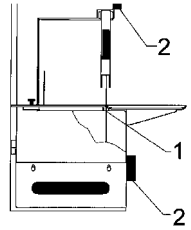

Abb.7.6.3
7.8. - Reinigung der Messerschaberdübel (Abb. 7.6.3)